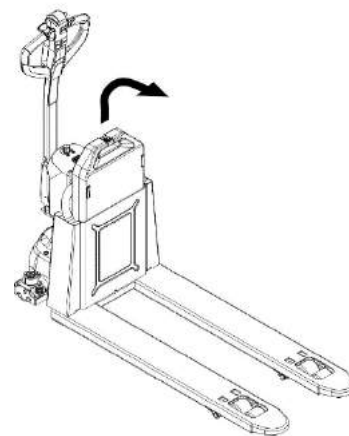

Рис. 10: Замена батареи
Припаркуйте тележку в безопасной зоне, нажмите аварийную кнопку (5). Отсоедините разъем аккумулятора, возьмитесь за рукоятку аккумулятора и затем выньте батарею вертикально (Рис. 10).